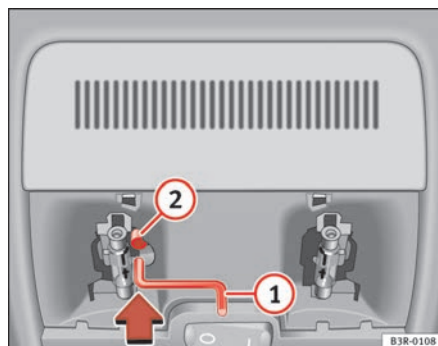

Fig. 84 Pormenor do revestimento do tecto: Manivela para accionamento de emergência
- Introduza a manivela **(1)** no orifício sextavado **(2)** até chegar ao limite ⇒ **fig. 84**.